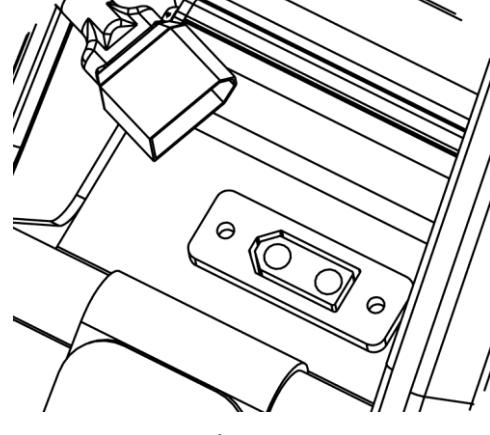

Fig. 10
- 1- Compruebe que la conexión de la batería y la motocicleta es correcta (Fig. 10).
3- Desconecte la batería como se indica en la página anterior (Fig. 10) y ponga la tapa del conector de la batería.